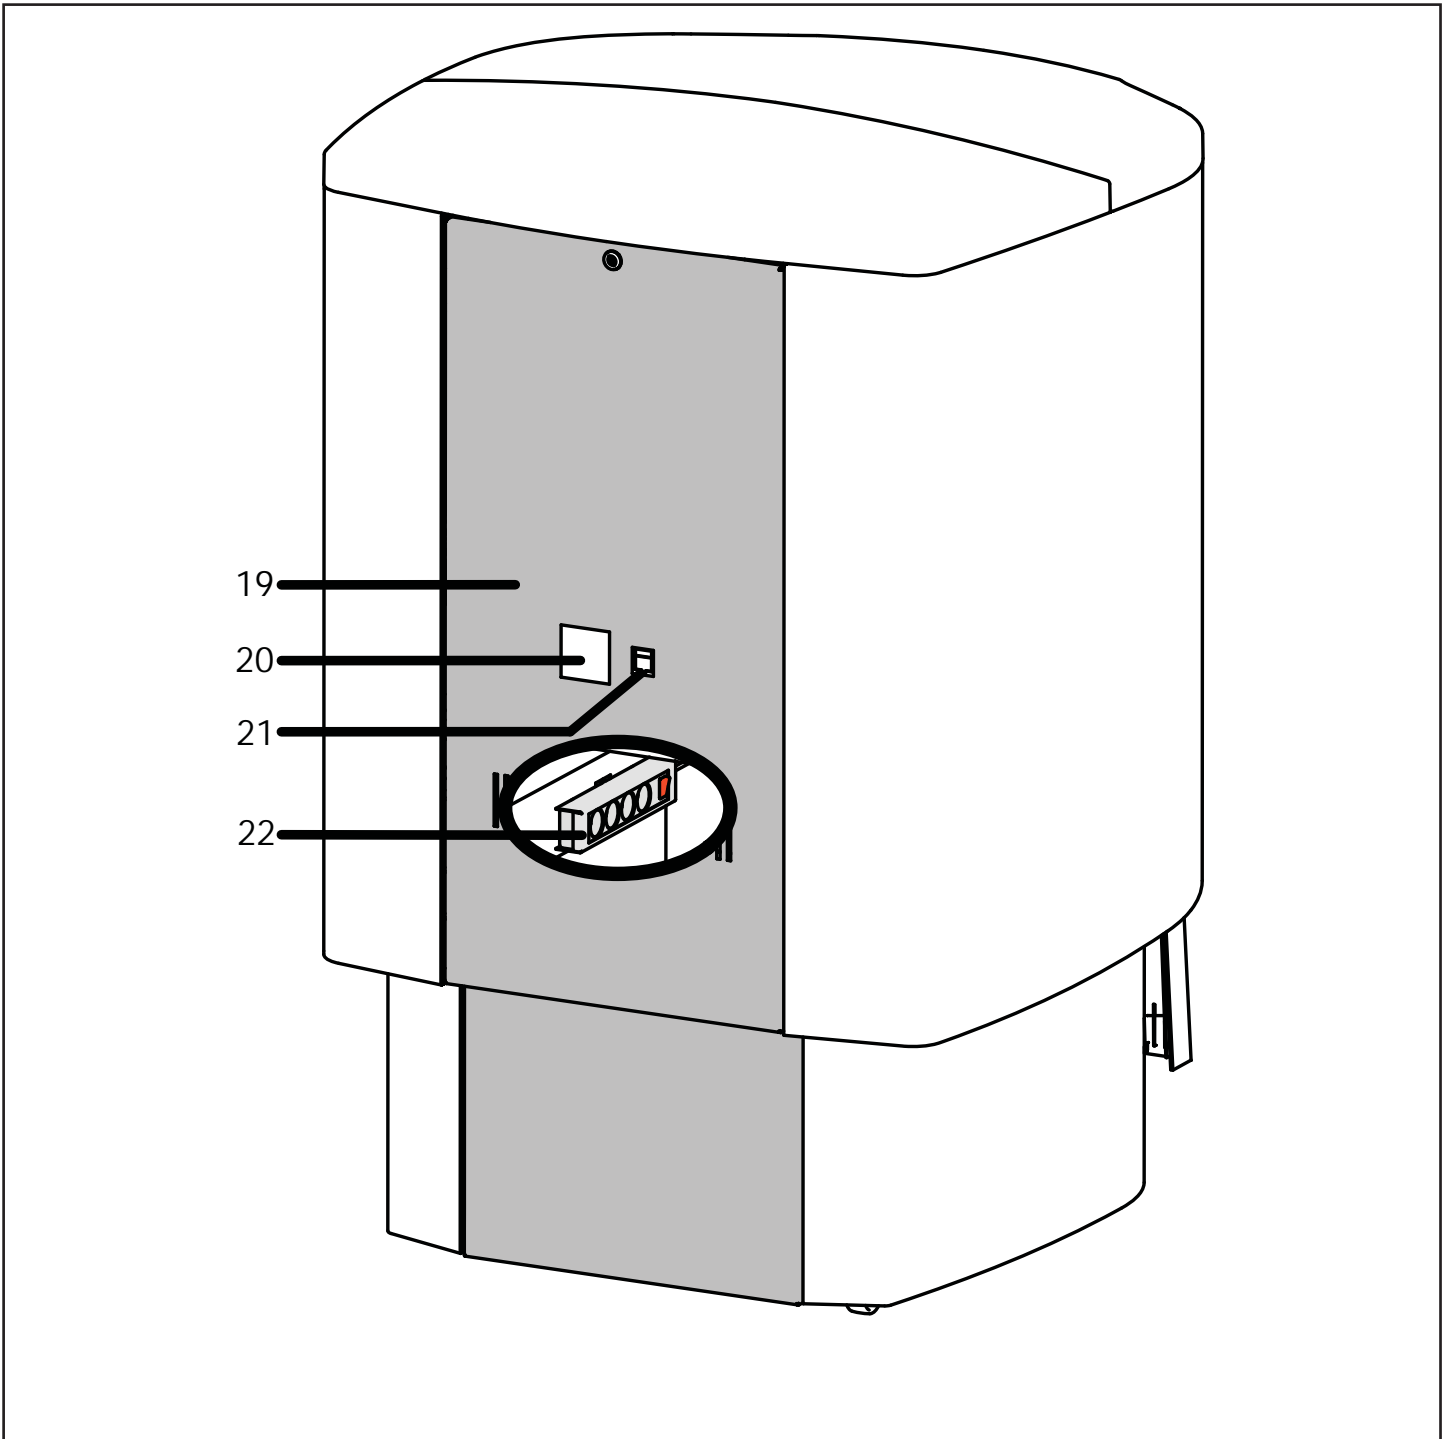

abb. 3-3
- Darauf achten, dass das Stromkabel richtig angeschlossen ist. (110/230VAC, 50/60Hz, 10Amax) siehe: Dispenser-Übersicht Nr.21(Abb. 3-3).